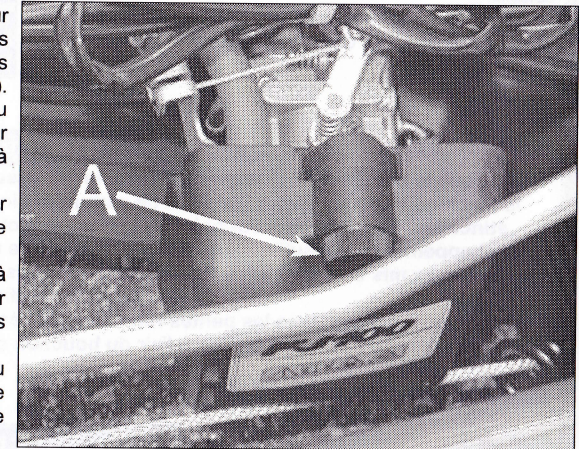

Figure 14
1. Enlevez soigneusement le couvercle pour éviter de faire pénétrer les poussières dans le carburateur. Pour cela dévissez la vis maintenant le couvercle (figure 14, repère A).